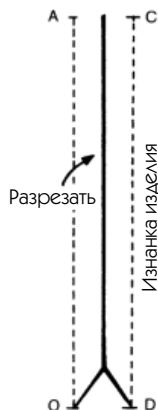

Рис. 435
10. Возьмите ваше изделие с изнаночной стороны и сделайте разрез между двумя строчками, затем продолжите его до угла к D и О (рис. 435).